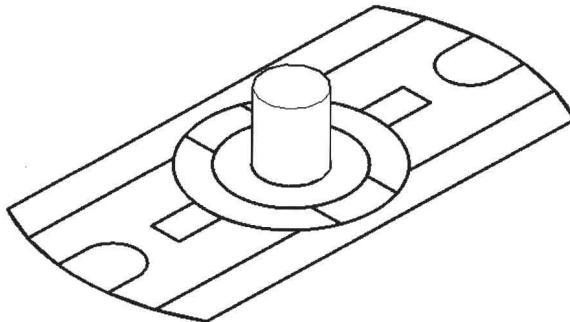
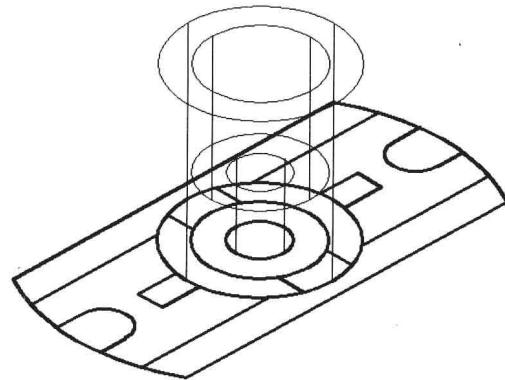

图 11-2-6
图 11-2-7
(1) 在状态栏中单击“二维草图与注释”按钮，在弹出的菜单中选择“三维建模”，界面由“二维草图与注释”工作空间切换“三维建模”工作空间，功能区的面板产生改变，增加了三维操作常用工具。
(2) 在“视图”面板中，单击“未保存的视图”，在下拉列表中选择“西南等轴测”。
(3) 在图层面板中，单击图形名称三角形按钮，在下拉列表中选择“轴测图”图层，即将其设置为当前图层。
(4) 在“建模”面板中单击“长方体”下面的向下三角形按钮 \blacktriangleleft ，在弹出的列表中单击“圆柱体”按钮 \square 。
(5) 捕捉平面图中的圆心和象限点，输入高度值 25，按 Enter 键，创建“圆柱体 1”，如图 11-2-6 所示。底半径为 20，高 25。
(6) 用同样的方法，使用“圆柱体”命令捕捉并单击圆心和象限点，创建半径 40、高度 40 的“圆柱体 2”，以及半径 60、高度 65 的“圆柱体 3”。
(7) 在“修改”面板中单击“移动”按钮 \leftrightarrow ，单击高度 40 的圆柱体，按 Enter 键，捕捉一点作为基点，输入移动位置“@0, 0, 25”，按 Enter 键，圆柱体沿 Z 轴向上移动 25 个单位，如图 11-2-7 所示。